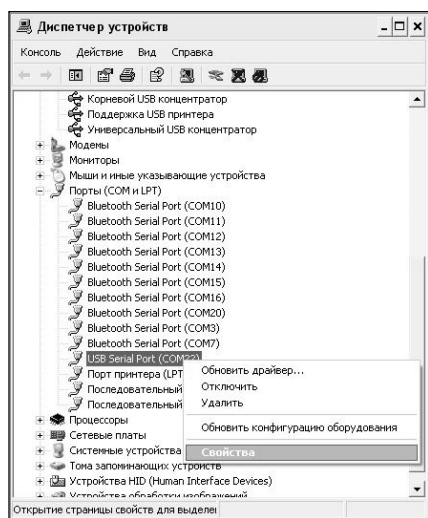
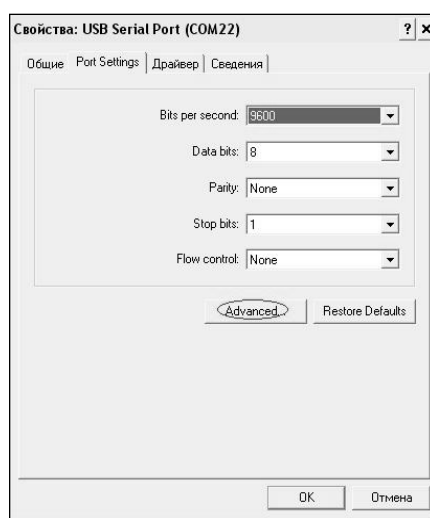
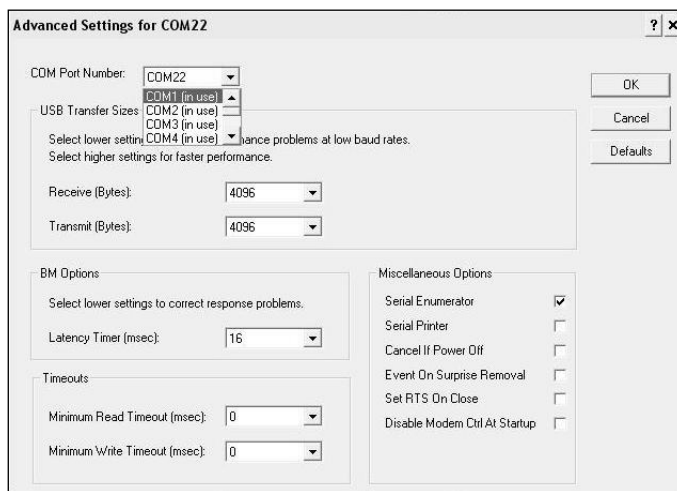

Рисунок 2.4 – Окно диспетчера устройств
Рисунок 2.5 – Окно свойств USB-порта
Рисунок 2.6 – Дополнительные настройки драйвера.
– найти строку «USB Serial Port (COM№)», в скобках указан номер COM-порта, если номер в скобках «1» настройка завершена - ничего менять не нужно, если номер не «1» необходимо вызвать окно свойств «USB Serial Port (COM №)» (правой клавишей мыши щелкнуть по строке USB Serial Port (COM №) и выбрать пункт меню «Свойства») (рисунок 2.4), перейти на вкладку «Параметры Окна», нажать кнопку «Дополнительно» (рисунок 2.5) и в выпадающем списке «Номер Com- порта» выбрать «COM 1» (рисунок 2.6), нажать кнопку «ОК».